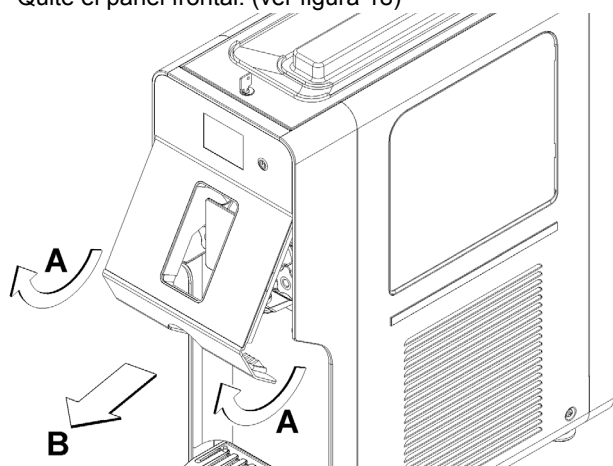

figura 18
- 4** Quite el panel frontal. (ver figura 18)